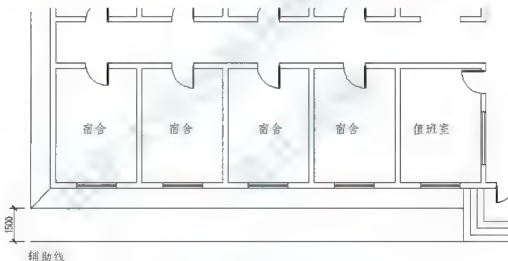

图 3.34 由散水线生成辅助线
(1) 生成辅助线:将台阶左边的散水线向下偏移 1500mm 生成辅助线,如图 3.34 所示。